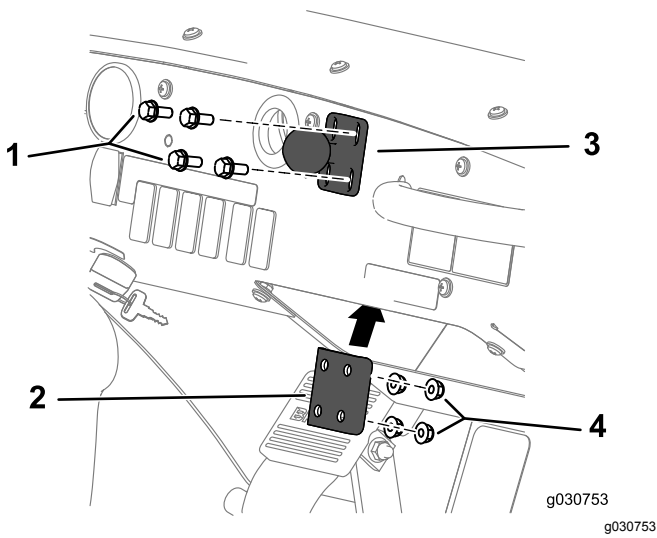

图152
1. 如 图152 所示用 1 个螺栓 1/4 x 1-1/2 英寸、加劲板和凸缘锁紧螺母 1/4 英寸将球形枢轴安装支架组装到仪表板上。